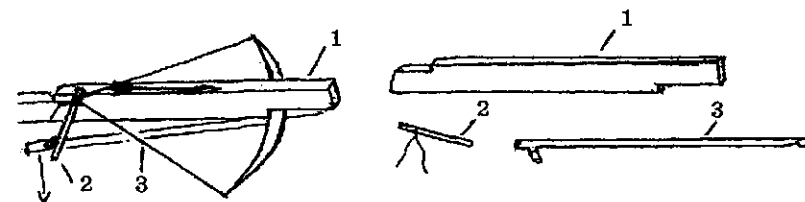

Рис. 42. Схема 3.
стороны небольшой кончик палочки, с другой вся оставшаяся ее часть. На заднем конце приклада (1) делали специальный вырез (зарубку), к которой привязывали шнурком вороток (2), он свободно вращался вокруг своей оси. Короткий конец воротка зацепляли за тетиву, а длинный обычно торчал вверх и при движении тетивы вперед, двигался назад. Довгань — одно из северных племен живущих на территории нашей страны, описанный выше вороток называли — «большой челак», верхний конец которого крепился шнурком (3) к маленькому заостренному кольщику «малый челак» (4). Для маленького кольщика впереди ложи, над вырезом для лука, делался вырез — уступчик в который и вставлялся этот кольщик. Чтобы маленький кольщик не вывернулся из уступчика, его к ложу прихватывала веревочная петля (5), которая сдвигалась через растяжку (симо) противником (добычей). Шнурок, связывающий кольшки не давал большому кольщику выпустить тетиву, пока маленький не вывернулся (рис. 42, сх. 1). Кроме довганского, существовало еще много других способов настораживать самострел (рис. 42, сх. 2-8). Кроме воротка тетива настораживалась и другими способами (рис. 42, сх. 5-8). Рисунок 42: